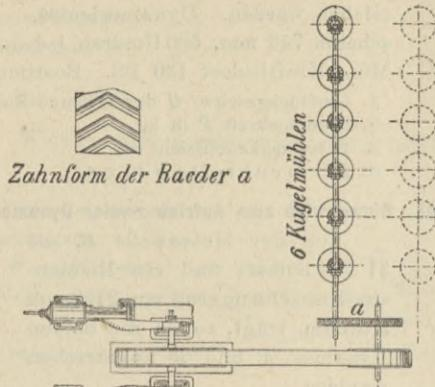

Fig. 1. Grundriss.
Räder ersetzt werden, da die Zähne verschlissen waren. Die Anlage ist in Fig. 1 im Grundriss dargestellt.
Es wurden neue Zahnräder mit geraden Zähnen, Holz auf Eisen, gewählt. Letztere arbeiten etwas besser, aber nicht zufriedenstellend. Die Erweiterung des Fabrikbetriebes machte die Aufstellung von 6 neuen Kugelmühlen, wie in Fig. 1 punktiert angedeutet, notwendig.
3. Für die 6 vorhandenen Kugelmühlen musste die Tourenzahl 150 beibehalten, bei den 6 neuen noch zu bestellenden Mühlen kann der Antrieb (konische Räder vergl. Fig. 1) der stehenden Mühlenspindeln beliebig ausgeführt werden.